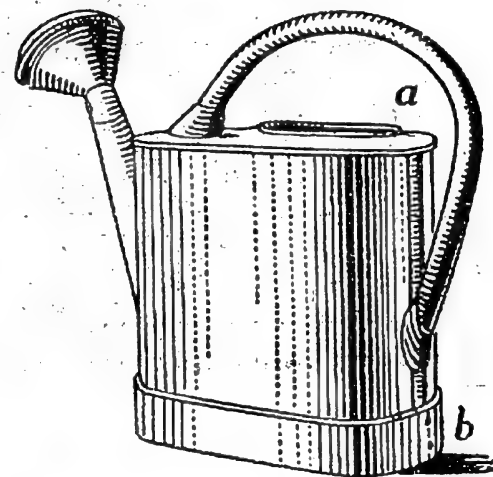

Fig. 2. — L'arrosoir est fait d'une feuille de zinc soudée suivant la ligne *ab*.
**3. Le zinc est malléable.** — L'arrosoir a été fabriqué en courbant une feuille de zinc, découpée à la forme et aux dimensions voulues, dont les deux bords ont été ensuite réunis et soudés suivant une ligne qui apparaît nettement sur toute la hauteur de l'arrosoir (fig. 2).